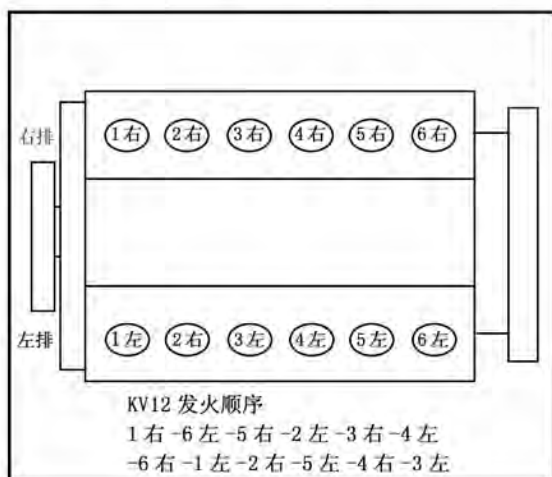
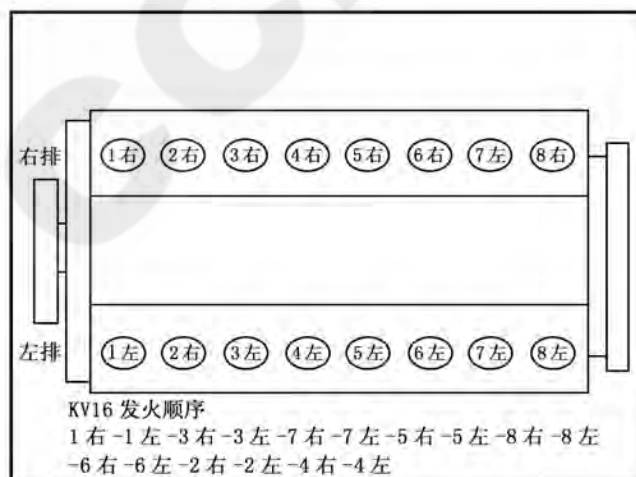

图 2-25 KV12 气缸布置
图 2-26 KV16 气缸布置
**注：**要保证飞轮上的“A”正时标记和飞轮壳上的“A”标记配对。“C”标记和“C”标记配对。见图 2-25 和图 2-26 的气缸布置和发火顺序。